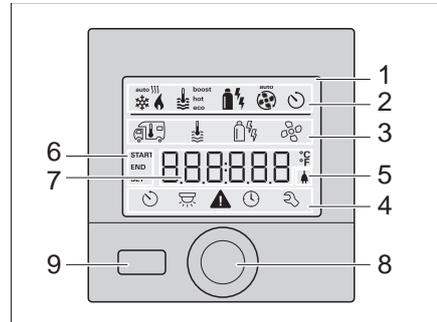

Fig. 172 Panneau de contrôle Truma CP plus
- Effleurer le bouton-poussoir rotatif (Fig. 172,8).
- Appuyer sur le bouton-poussoir rotatif (Fig. 172,8) pendant plus de 4 secondes.
- Avec le bouton-poussoir rotatif (Fig. 172,8), sélectionner le symbole de température ambiante et passer au niveau de réglage en l'effleurant.
- Confirmer la sélection en appuyant sur le bouton-poussoir rotatif (Fig. 172,8).
- Sélectionner la température ambiante désirée avec le bouton-poussoir rotatif (Fig. 172,8).
- Effleurer le bouton-poussoir rotatif (Fig. 172,8) pour confirmer la valeur.
- Avec le bouton-poussoir rotatif (Fig. 172,8), sélectionner le symbole de niveau d'eau chaude et passer au niveau de réglage en l'effleurant.
- Sélectionner le niveau désiré avec le bouton-poussoir rotatif (Fig. 172,8).
- Avec le bouton-poussoir rotatif (Fig. 172,8), sélectionner le symbole d'énergie et passer au niveau de réglage en l'effleurant.
- Sélectionner le type d'énergie désiré avec le bouton-poussoir rotatif (Fig. 172,8).